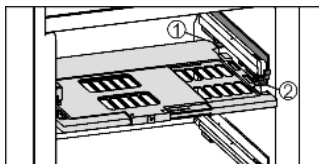

Fig. 8
- Vložení police s regulací vlhkosti: Výstupky víka police zespodu zaveďte do zadních držáků Fig. 8 (1) a vpředu zaklesněte do držáku Fig. 8 (2).